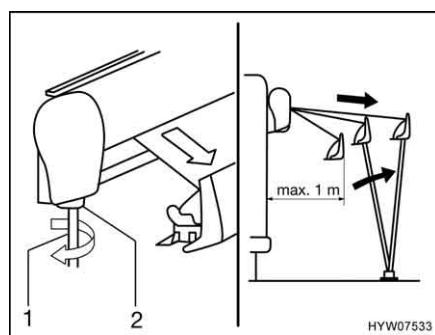

Bild 54 Markise ausfahren
- Die Kurbel (Bild 54,1) in die Bajonettfassung (Bild 54,2) der Markise stecken und entgegen dem Uhrzeigersinn drehen.